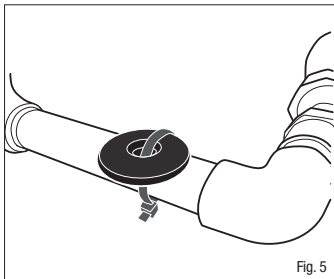

Fig. 5
6. Ajuste conforme sea necesario para asegurarse que la etiqueta esté accesible para su lectura (ver Fig. 5).
6. Faça os ajustes necessários para garantir que tag esteja acessível para leitura (ver Fig. 5).